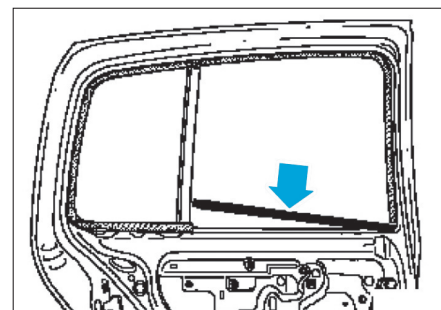

Fig. 56
- le lècheur intérieur (Fig.56),